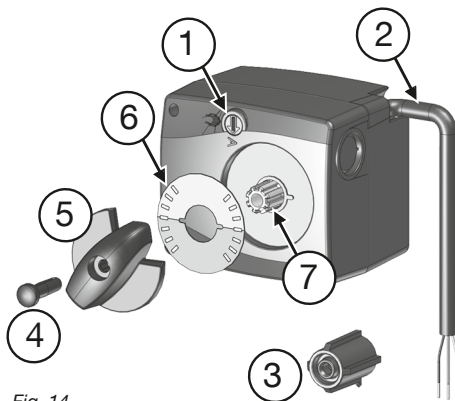
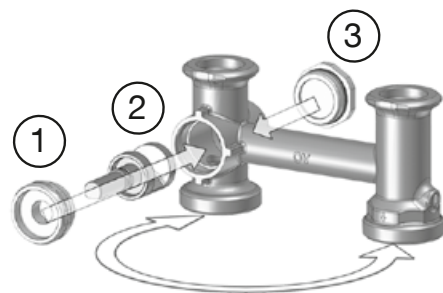

Fig. 14
Fig. 21
3. Rimuovere il **comando rotativo (5)** e la **vite (4)** dall'**albero cavo (7)**.
4. Ruotare il **disco con indicatore (6)** di 180° così che la **zona rossa punti verso l'alto** (fig. 14)
5. Rimontare il **comando rotativo (5)** e la **vite (4)** sull'**albero cavo (7)**.
6. Montare l'**adattatore (3)** in dotazione con l'attuatore (vedi fig.14) sul mandrino della valvola miscelatrice. **Si prega di assicurarsi che il "dente" a punta sia rivolto verso il basso** (fig. 21).